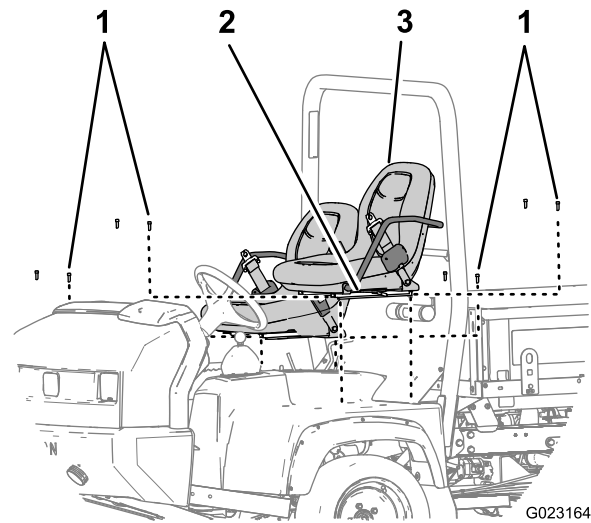

Figure 9
1. Retirez les 8 boulons à tête creuse qui fixent les glissières de siège au châssis et déposez les sièges (Figure 9).
2. Répétez l'opération 1 pour l'autre siège (Figure 9).